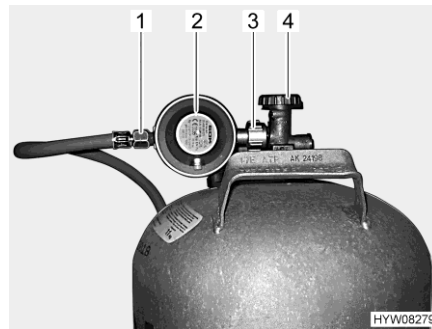

Bild 89 Anschluss Gasflasche
- Haupt-Absperrventil (Bild 89,4) an der Gasflasche schließen. Pfeilrichtung beachten.
- Gasdruckregler (Bild 89,2) festhalten und Rändelmutter (Bild 89,3) öffnen (in der Regel Linksgewinde).
- Gasdruckregler mit Gasschlauch (Bild 89,1) von der Gasflasche abnehmen.
- Gasdruckregler (Bild 89,2) mit Gasschlauch (Bild 89,1) an die Gasflasche ansetzen und Rändelmutter (Bild 89,3) zudrehen (in der Regel Linksgewinde). **Nicht** zu fest anziehen.